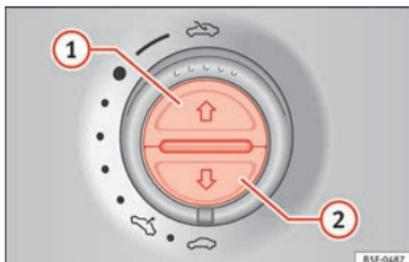

Fig. 138 Nel rivestimento interno del tetto: tasti della tendina parasole.
Aprire completamente (funzione automatica)	Premere brevemente il tasto » fig. 138 ①.
- L'interruttore deve trovarsi sulla posizione di "chiuso" » » 🏠 pag. 15 ①.
- *Tettuccio panoramico scorrevole:* Nei 5 secondi successivi all'attivazione del limitatore di forza, mantenere tirato indietro il comando » » 🏠 pag. 15 (freccia ⑤) finché il tettuccio scorrevole panoramico non è completamente chiuso.
- *Tendina parasole:* Per i 5 secondi seguenti dopo l'attivazione del limitatore di forza, premere il tasto » » fig. 138 ② finché la tendina non sarà completamente chiusa.